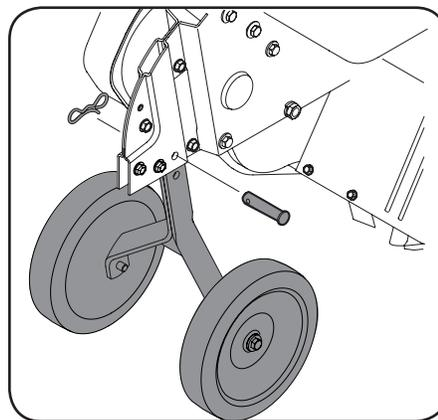

Figure 3-3
1. Insérez la fourche des roues dans le support prévu à cet effet, à l'arrière du carter de chaîne, et fixez-la avec le dernier axe de chape et la dernière goupille fendue du sachet. (Figure 3-3)